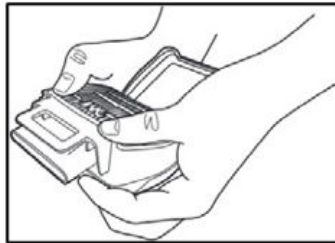

Fig.6
2. Aligner la moitié la plus grande du dispositif avec l'arrière (côté plat) de la cartouche. À l'aide de vos deux mains, presser le dispositif de retenue contre la cartouche, en s'assurant d'appuyer sur les quatre coins de la cartouche et du dispositif de retenue de filtre (fig. 6). Le dispositif de retenue de filtre comporte des indicateurs de point de contact sur chaque coin. Un « clic » retentira lorsque le dispositif de retenue est enclenché.